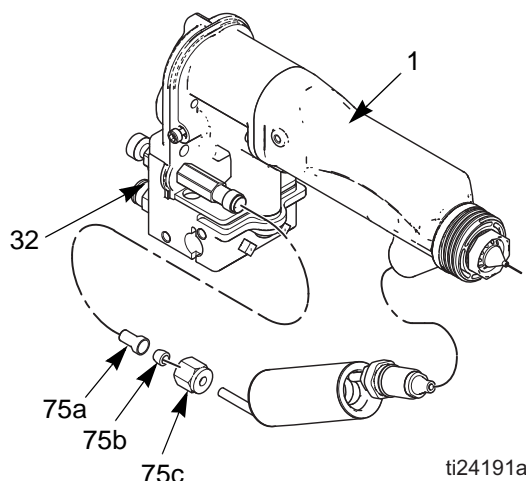

Fig. 10. Zestaw do konwersji wysokiego przewodzenia
1. Odciąć powietrze od turbiny (TA).
5. Zdjąć pierścień ustalający (24) i zespół osłonki powietrznej (25) oraz osłonę (26).
6. Odkręcić nakrętkę (35) i odłączyć od złączki płynu rurkę płynu (39) oraz nasadki (33, 34). Odłączyć pozostałe części (33, 34, 36, 37, 39) znajdujące się przy wlocie dyszy pistoletu.
7. Upewnić się, że gwinty dyszy są czyste i suche. Nałożyć smar dielektryczny firmy Graco, nr części 116553, na gwinty złączki płynu oraz na uszczelki okrągłe. Wkręcić złączkę we wlot dyszy. Patrz FIGURE 10.
8. Nasunąć nakrętkę (75c), nasadkę (75b) oraz adapter wspornika (75a) na rurę. Wprowadzić końcówkę rury do złączki (32). Upewnić się, że nasadki osadzone są w złączce. Dokręcić nakrętkę (75c).